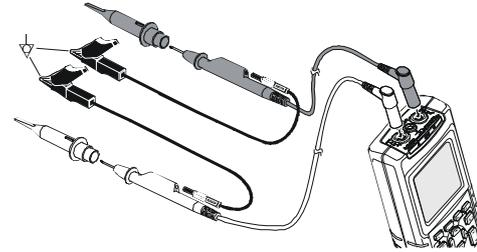

Abbildung 9-2. Erdung mit der kurzen Masseleitung
- Benutzen Sie zur Messung von DC- oder AC-Signalen an Eingang A und Eingang B die kurze(n) Masseleitung(en). (Siehe Abbildung 9-2.)